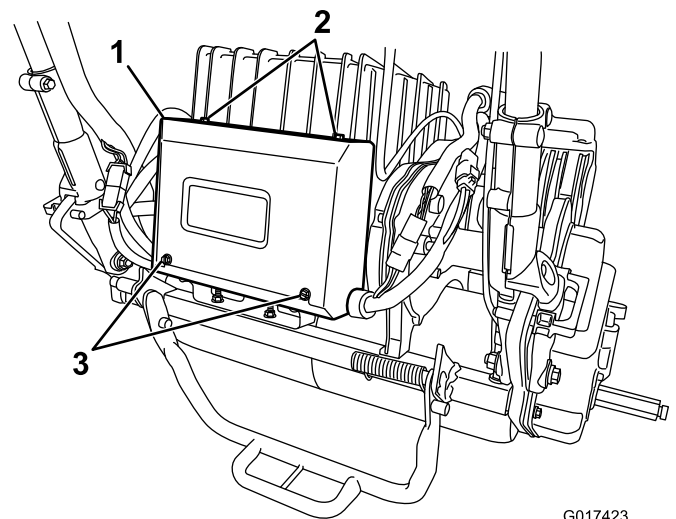

Bild 36
2. Entfernen Sie die zwei hinteren Schrauben vom Elektrokasten und lösen Sie die zwei oberen Schrauben; nehmen Sie dann die Kastenabdeckung ab (Bild 36).